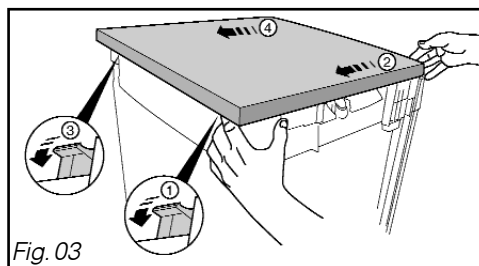

Fig. 03
- Démontez le plateau supérieur en dépliant à l'arrière de l'appareil puis pousser quelques cm pour déplacer (Fig. 03).
- Dégagez, en soulevant, le plateau supérieur de votre lave-vaisselle (Fig. 03).